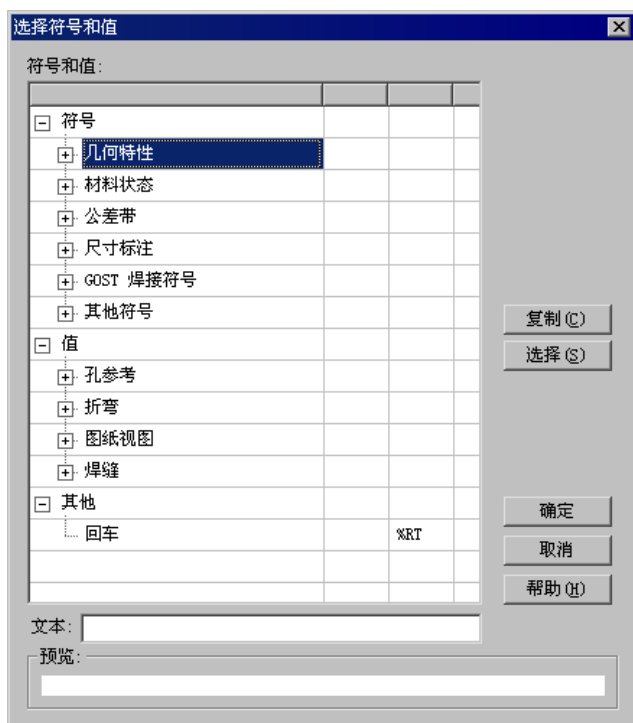

图 8.3.39 “选择符号和价值”对话框
- **孔标注** 选项卡：用于设置不同类型孔标注的标注数据。也可以单击  按钮，在系统弹出图 8.3.39 所示的“选择符号和值”对话框中，选择相应的符号或由模型派生的值，而不必自行键入属性文本代码。